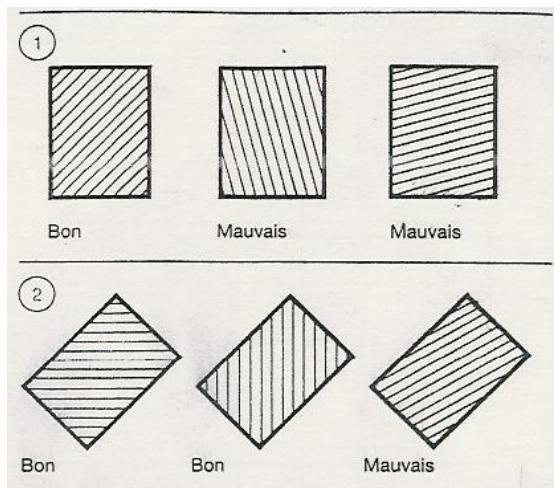

Figure 09
- Les hachures doivent de préférence être inclinées à 45 ° par rapport aux faces principales de la pièces. Cf *figure 09*